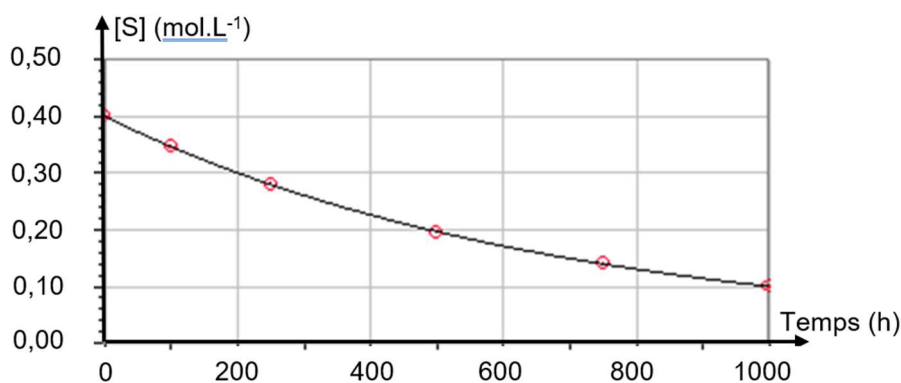

Figure 1 : Graphique représentant l'évolution de la concentration $[S]$ en fonction du temps.
À température constante, à $pH = 5$ constant, on mélange du saccharose avec de l'eau (sans invertase) et on suit l'évolution de la concentration du saccharose en fonction du temps. On obtient le graphique représenté sur la **figure 1**. $[S]$ désigne la concentration en saccharose à l'instant t :
A.2. En utilisant la **figure 1**, déterminer la concentration initiale en saccharose $[S]_0$.